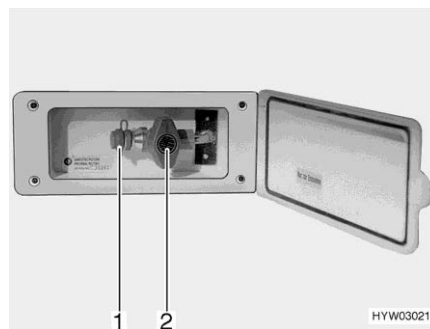

Fig. 176 Raccordement externe de gaz (robinet d'arrêt de gaz fermé)
- Raccorder l'appareil à gaz externe sur le raccord (Fig. 176,1).
- Ouvrir le robinet d'arrêt de gaz (Fig. 176,2).